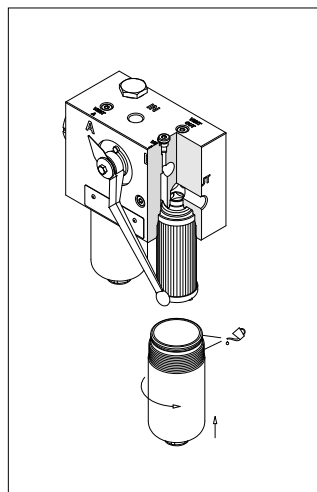

fig. 31
- (Fig. 31) Lubrificare il filetto e l'O-ring del contenitore, quindi avvitare il contenitore facendo riferimento alla tabella delle coppie di serraggio al paragrafo 3